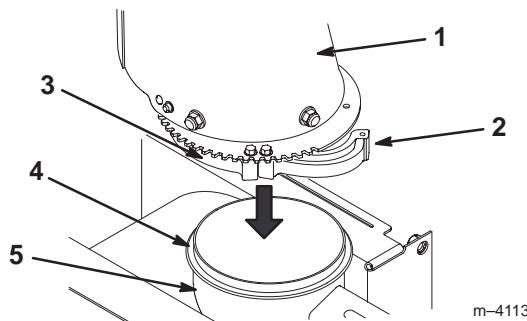

Bild 12
1. Fetten Sie den Kanalring leicht ein (Bild 12).
2. Drehen Sie die lockere Kanalbefestigung an der Unterseite des Kanals nach außen (Bild 12).
3. Senken Sie den Auswurfkanal auf die Öffnung an der Oberseite des Schneckengehäuses ab (Bild 12).
4. Stellen Sie sicher, dass der Kanalring in die Rillen an den permanenten Kanalbefestigungen passt (Bild 12).